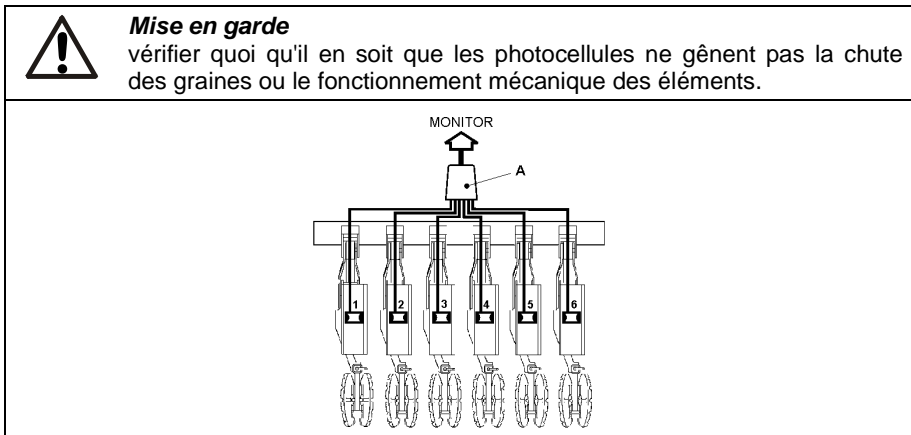

Figure 3. Installation des photocellules.
- Distribuer les câbles des photocellules sur les tuyaux de l'air du semoir, respectant la numérotation du rang; près des connecteurs: le câble n°1 correspond à la rangée n°1 du Moniteur, le câble n°2 correspond à la rangée n°2 du Moniteur, etc.... Il est très important que la première rangée du semoir soit considérée comme "rangée n°1" (en partant de droite ou bien de gauche) et que les autres rangées soient reliées en séquence: sur la Figure 3 , vous verrez un exemple d'application d'un câblage à six rangées (code CAB-SEM-002) qui prend comme repère la première rangée située à gauche du semoir;